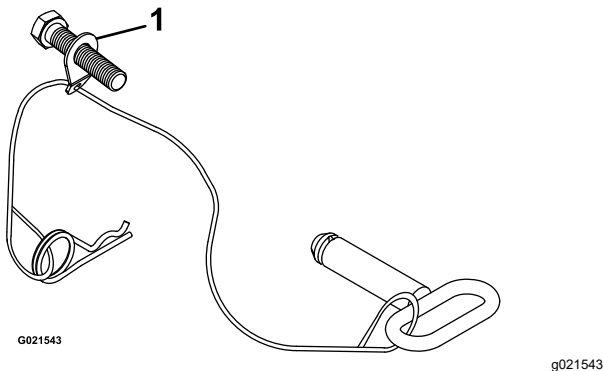

Figura 3
**Nota:** Asegúrese de que la pestaña doblada de la arandela está orientada hacia la cabeza del tornillo de cabeza hexagonal ( $\frac{1}{2}$ " x  $3\frac{1}{4}$ "), como se muestra en la Figura 3.